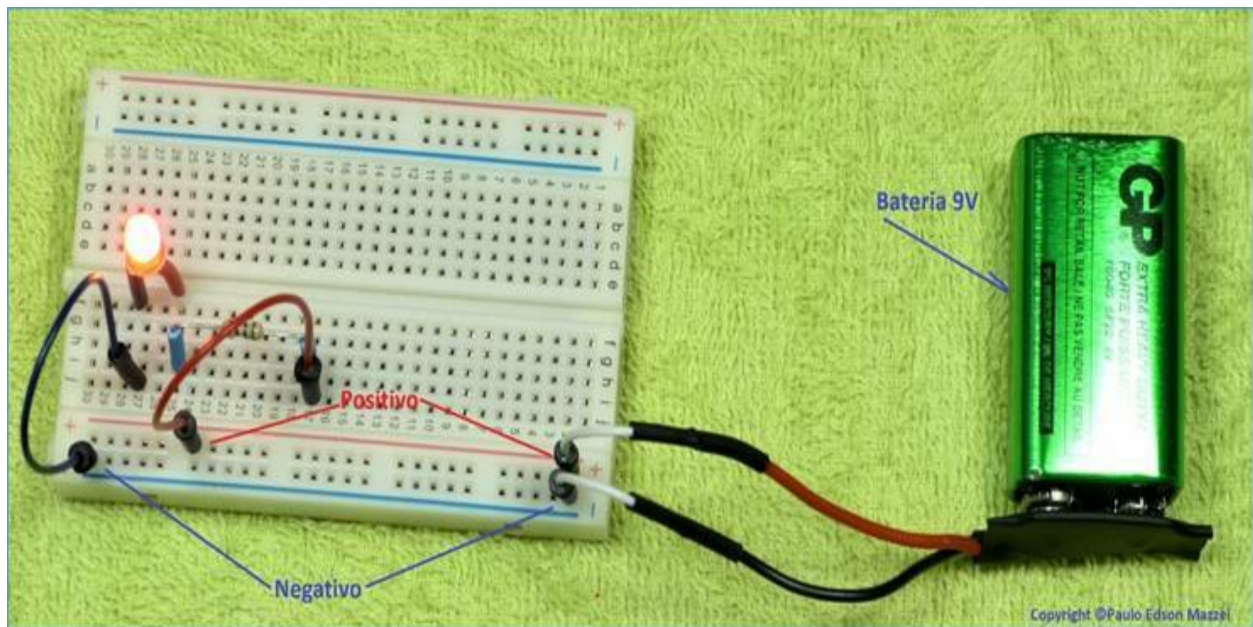

Figura 68 - Circuito completo do LED.
- h.** Agora vamos partir para a hora da verdade: conecte o positivo e o negativo da bateria a **PB**, como ilustrado na **figura 68**.